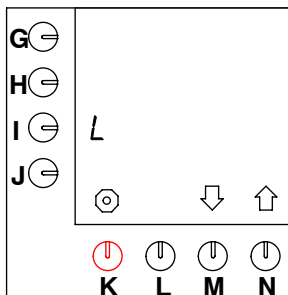

Fig. 22 1 litri (L) sono l'unità standard
- Questa è l'impostazione standard (vedere fig. 22).